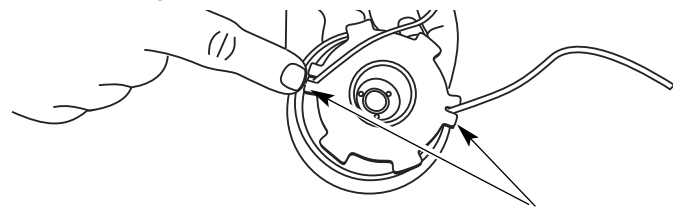

Fig. 38
- Inserte los extremos de la línea en las dos ranuras de fijación (Fig. 38).